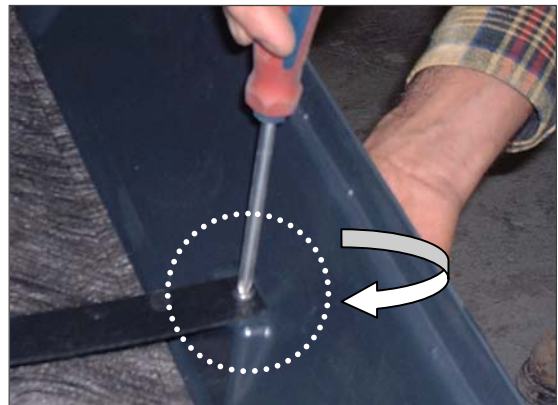

Figure 5.1 – Bras de soutien (A-02)
- Vissez le bras de soutien au centre du bac de culture, vous noterez une perforation de chaque côté du bac de culture (Figure 5.1)
- *Screw the arm brace in the center of the culture tub, you will notice a perforation at each side of the culture tub (Figure 5.1). Put two (2) anti-root slabs at the bottom of each culture tub (Figure 5.2).*